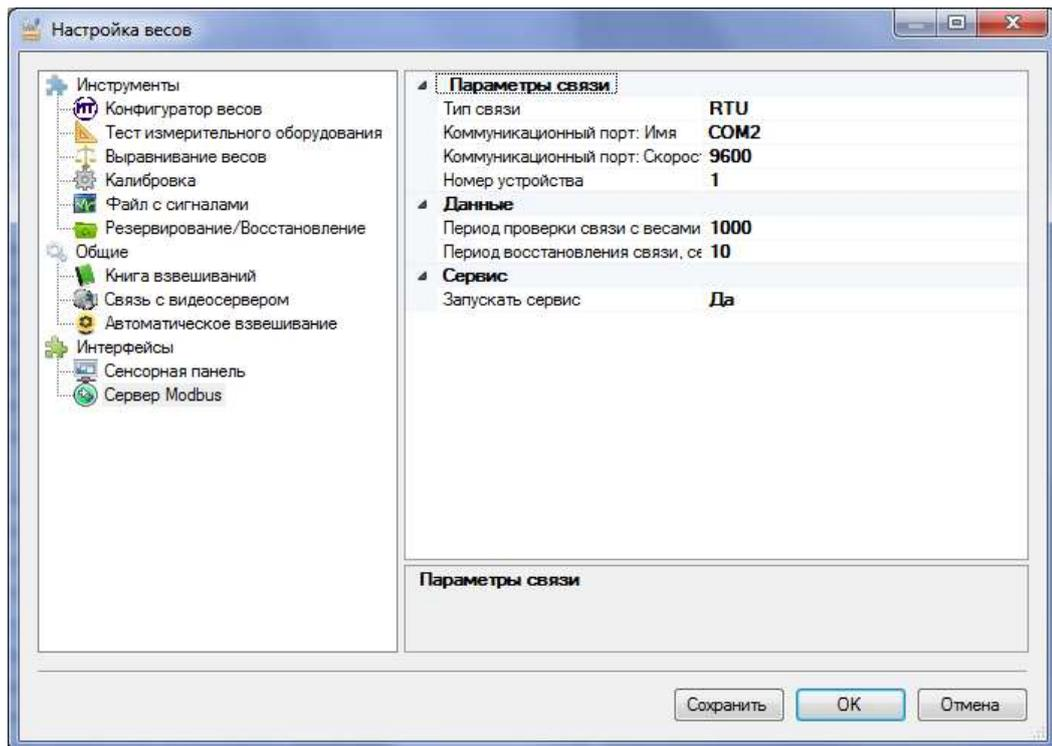

Рисунок 117 - Окно настройки сервера Modbus для типа связи RTU
Для настройки сервера Modbus нужно запустить утилиту «Настройка» и выбрать пункт «Сервер Modbus» (см. Рисунок 117).
- 2) Для типа связи RTU доступны настройки (см. Рисунок 117):